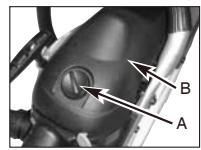

Bild. 15A
1. Entfernen Sie den Knopf (A), der die Abdeckung des Luftfilters festhält, entfernen Sie die obere Abdeckung (B), indem Sie die Festhalteschraubend er Abdeckung lösen. Die Abdeckung lässt sich jetzt abnehmen. (Bild. 15A)